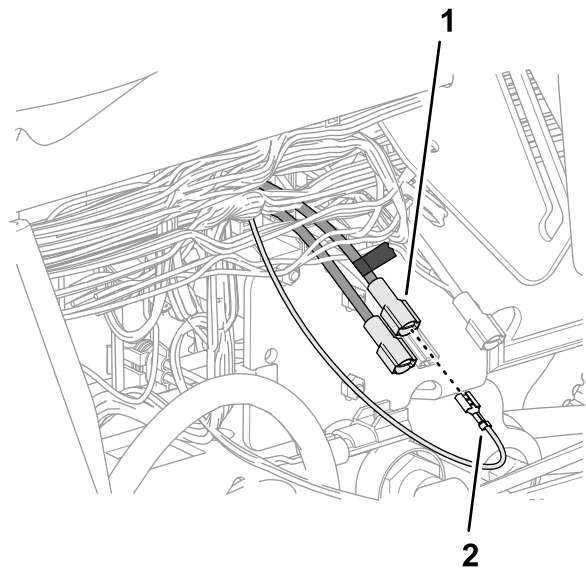

Bild 189
5. Stecken Sie den Flachstecker, den Sie in Schritt 4 markiert haben, in den Buchsen-Stecker am Ende des rosa Kabels (51 mm) des Kitkabelbaums (**Bild 189**).